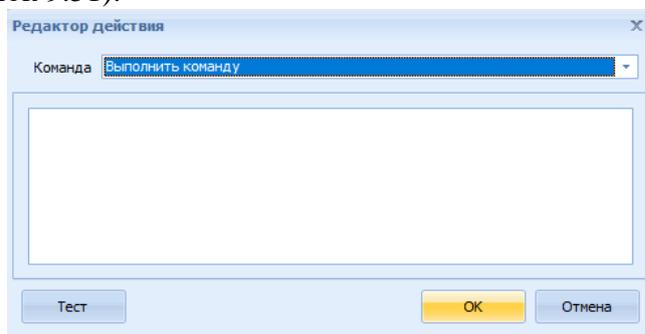

Рисунок 9.51 – Окно редактор действия: Выполнить команду
– При выборе действия «Выполнить команду» можно ввести любую командную строку (рисунок 9.51).